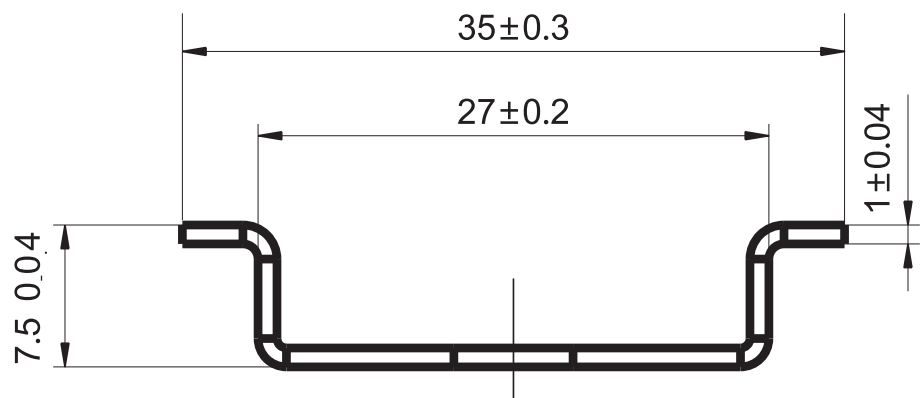

图2
6.3 安装导轨尺寸(见图2)
8.4断路器采用图2所示的安装轨安装。